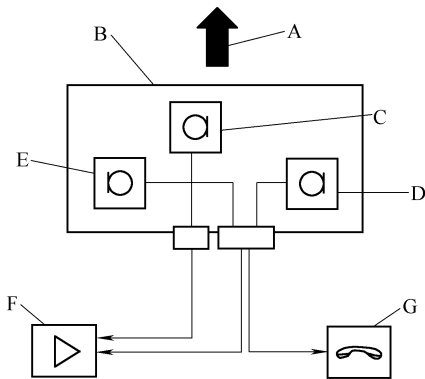

图 10-5-7 前部车顶模块中的传声器单元 R164
(1) 前部车顶模块中的传声器单元 R164 如图 10-5-7 所示。